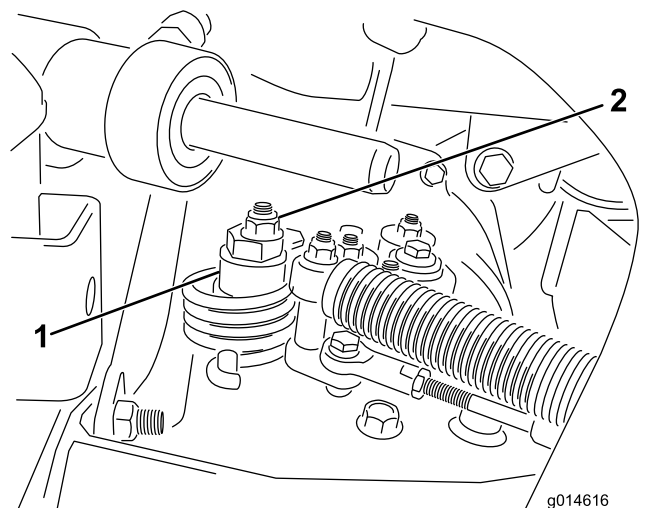

Figura 38
- A. Liberte a porca que fixa o disco excêntrico ao cima do hidróstato (**Figura 38**).
- C. Rode o disco excêntrico até eliminar a deslocação em qualquer um dos sentidos. Quando a roda deixar de rodar, aperte a porca, bloqueando deste modo o disco excêntrico e fixando a posição de ajuste (**Figura 38**). Verifique se o ajuste é o adequado colocando o acelerador nas posições LENTO e RÁPIDO.